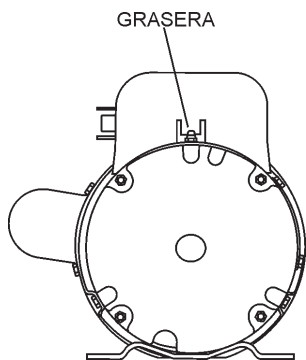

Figura 28. Graspera del motor eléctrico
1. Hay dos graseras (Figura 28) en cada extremo del motor eléctrico que necesitarán lubricación. Lubrique estas graseras **cada 16 meses**.